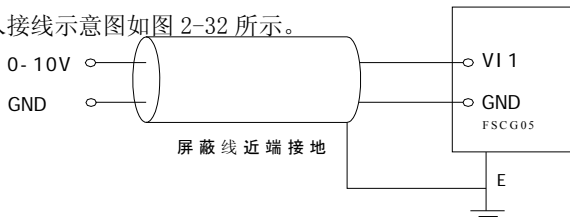

图 2-32 VI1 端子模拟信号输入接线示意图
2. 12. 1 VI1 (0~+10V) 端子接受模拟信号输入，VI1 端子模拟信号输入接线示意图如图 2-32 所示。